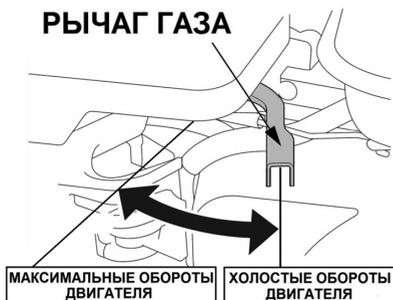

Рис. 14 Положения рычага газа
- Переведите рычаг газа 3 (Рис. 14) на 1/3 хода в сторону положения максимальных оборотов двигателя.